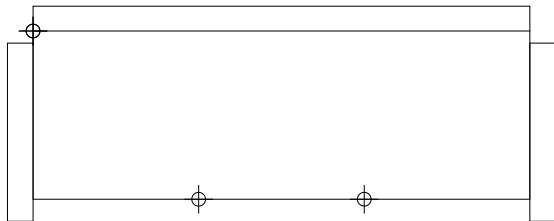

图3-18 绘制多点
- 02 执行“绘图”|“点”|“多点”命令，在坐垫上每隔600绘制一个定位点，如图3-18所示。